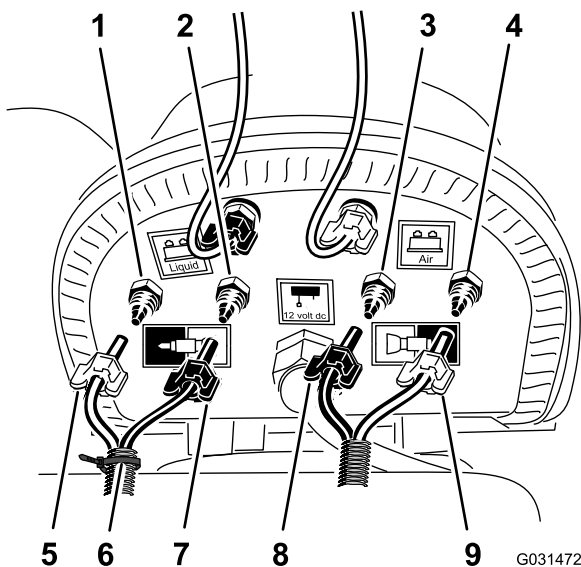

Рисунок 18
1. На соединительной панели компрессора, предназначенной для комплекта пенного маркера, закрепите кабельную стяжку вокруг прозрачной и синей трубок для правой секции опрыскивателя (Рисунок 18).
2. Ослабьте зажимные гайки двух прозрачных и двух синих трубок, идущих к пенообразующим насадкам в левой и правой секциях опрыскивателя (**Рисунок 18**).
3. Снимите 4 трубки с обжимных фитингов секций опрыскивателя (**Рисунок 18**).